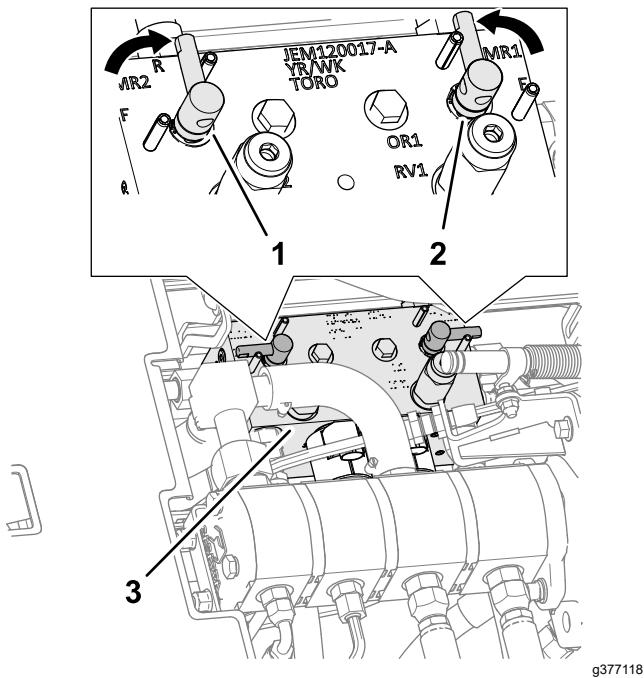

Bild 147
4. Entriegeln und klappen Sie den Sitz hoch, um an den Mähwerksverteiler zu gelangen (Bild 147).
5. Stellen Sie die Läpphebel in die R-Stellung (läppen) (Bild 147).